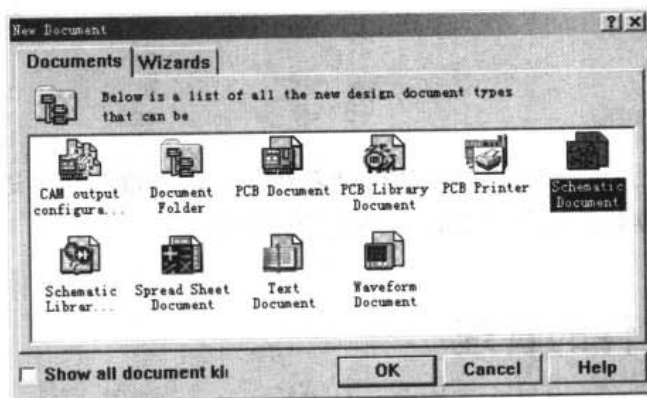

图 4-2 New Document (新建文档) 对话框
- (1) 打开 Documents 文件夹,使其处于活动状态。
- (2) 执行菜单命令 File|New, 系统弹出图 4-2 所示的 New Document (新建文档) 对话框,单击 Schematic Document (原理图文档), 然后单击 OK 按钮确认选择。